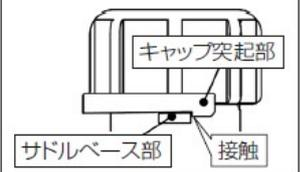

図 2
- ・サドルにキャップをし、プラグ挿入を示すシールをキャップの上部に貼り付けます。(写真 18、図 2)